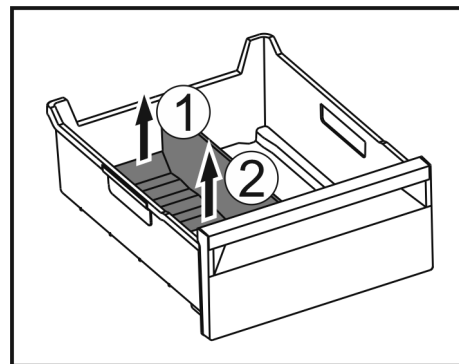

Fig. 112
- ▶ Hinteren Teil des Eisfach-Trenners anheben. Fig. 112 (1)
- ▶ Eisfach-Trenner nach oben entnehmen. Fig. 112 (2)